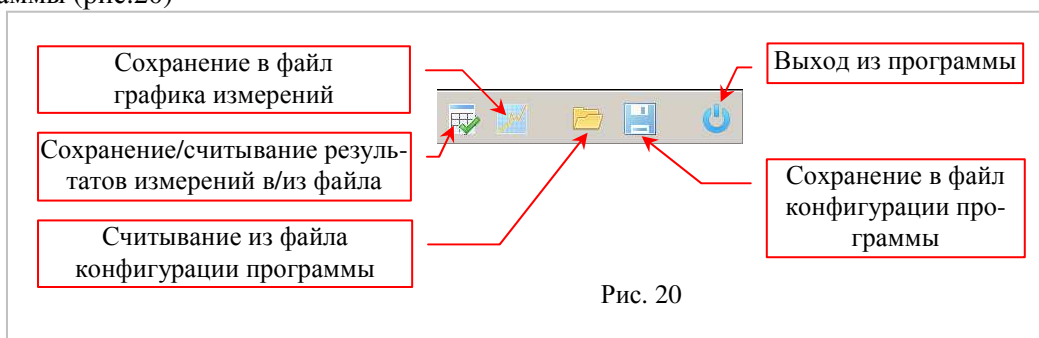

Рис. 20
2.4.6 Сохранение, считывание настроек прибора и результатов измерений, выход из программы (рис.20)